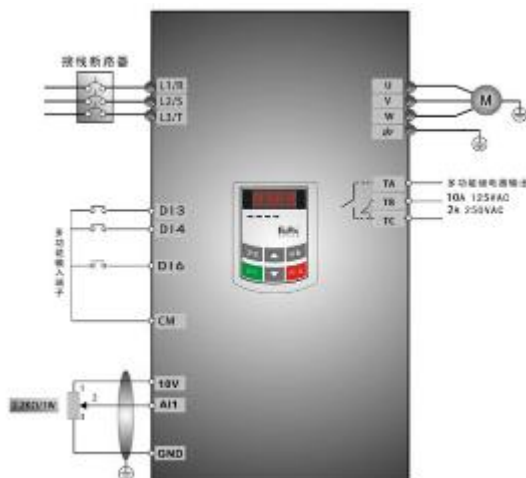

图 5-9 接线图 3
(1) 按图 5-9 配线，检查接线正确后，合上空气开关，变频器上电。注意：外部模拟信号设定电位器可选择 2K~5K 电位器。对于精度要求高的场合请选用精密多圈电位器，接线使用屏蔽线，屏蔽层近端可靠接地。